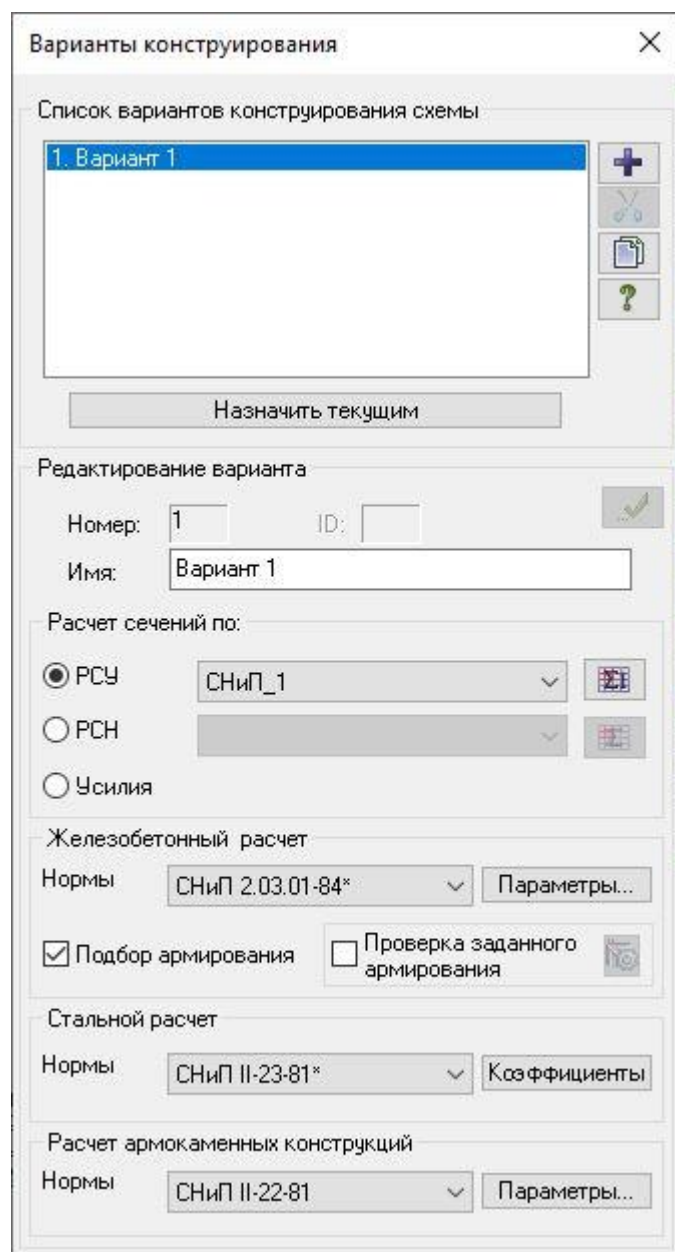

Рис.11.31. Диалоговое окно **Варианты конструирования**
- Вызовите диалоговое окно **Варианты конструирования** (рис.11.31) щелчком по кнопке  – **Варианты конструирования схемы** (панель **Конструирование** на вкладке **Железобетон или Сталь**).